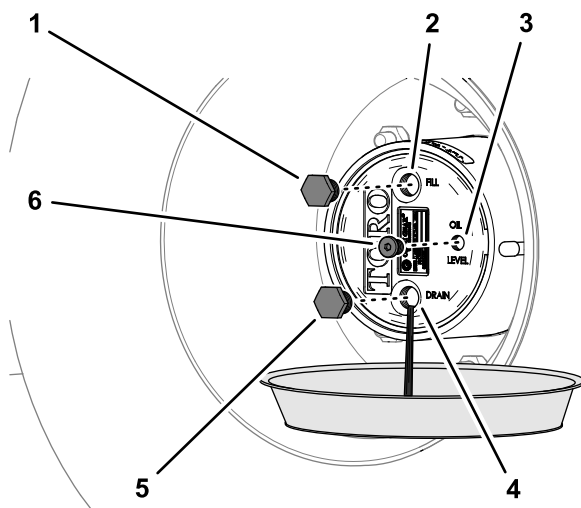

図 99
2. プラネタリギアドライブのハブの下にオイル回収容器を置き、ドレンプラグ、補給プラグ、点検プラグを外してオイルが抜けるのを待つ 図 99。